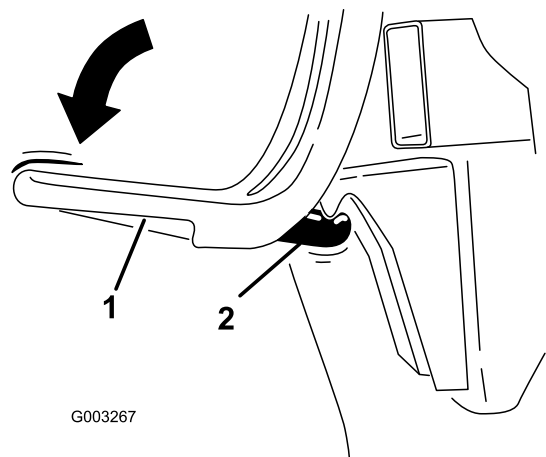

Figure 7
8. Placez le verrou du système de ramassage sous le crochet de verrouillage (Figure 7).
9. Appuyez sur le verrou du système de ramassage jusqu'à ce qu'il soit enclenché (Figure 7).